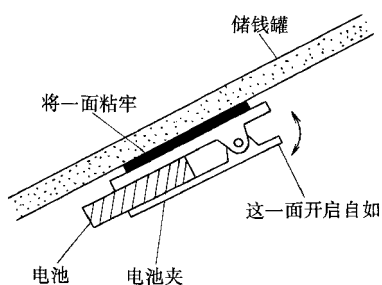

图 1-15
(15) 固定电池夹子时，应将电池夹子的一面用玻璃胶粘牢，使电池夹子仍能开启自如，便于日后更换电池(见图 1-15)。